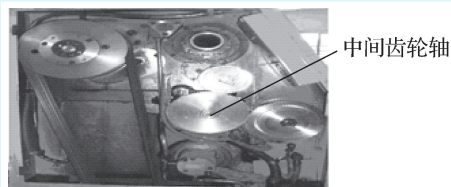

图 1-18 交换齿轮箱中间齿轮轴的润滑
(6) 交换齿轮箱中间齿轮轴的润滑如图 1-18 所示。其润滑方式为浇油润滑和弹子油杯润滑, 润滑材料为 2 号钙基润滑脂。